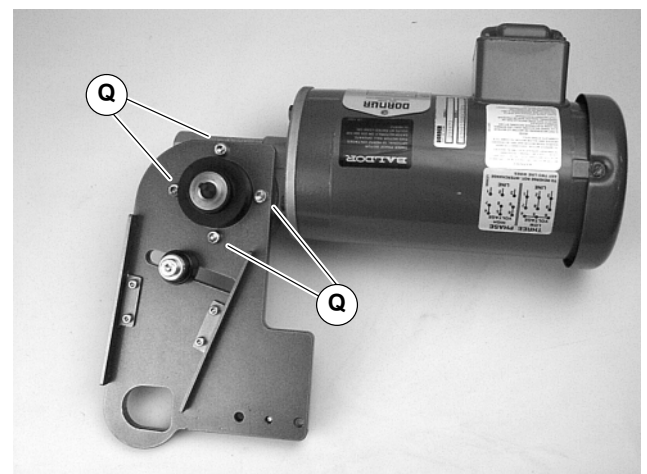

Abbildung 4
2. Falls erforderlich, die Getriebemotorposition durch Herausschrauben von vier (4) Schrauben ändern (Q siehe Abbildung 4) Den Getriebemotor in die andere Position drehen und die Schrauben wieder einsetzen (Q). Mit 12 Nm festziehen.